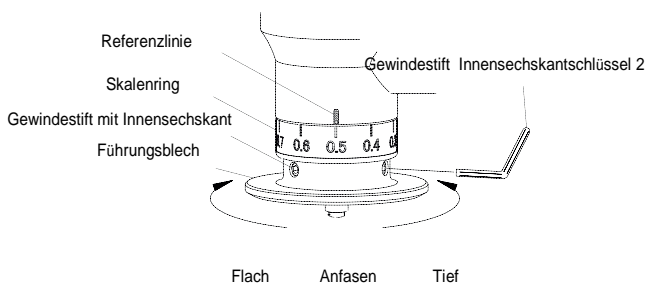

Abb. 6
- (1) Zum Lösen der beiden Gewindestifte mit Sechskant auf dem Führungsblech verwenden Sie aus dem Zubehör den Innensechskantschlüssel 2.
- (2) Drehen Sie das Führungsblech, um die Referenzlinie auf eine Dezimalstelle genau auf die gewünschte Anfastiefe auszurichten. (Abb. 6)